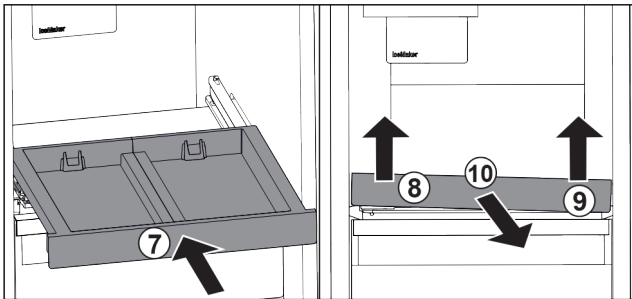

Fig. 24
- ▶ Uitschuifplateau erin schuiven. Fig. 24 (7)
- ▶ Uitschuifplateau linksvoor optillen. Fig. 24 (8)
- ▶ Uitschuifplateau rechtsvoor optillen. Fig. 24 (9)
- ▶ Uitschuifplateau er naar voren uitnemen. Fig. 24 (10)